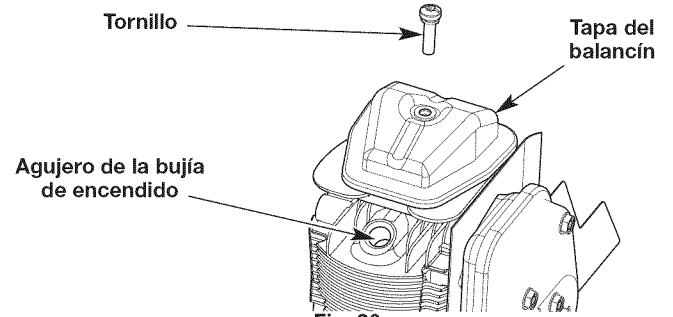
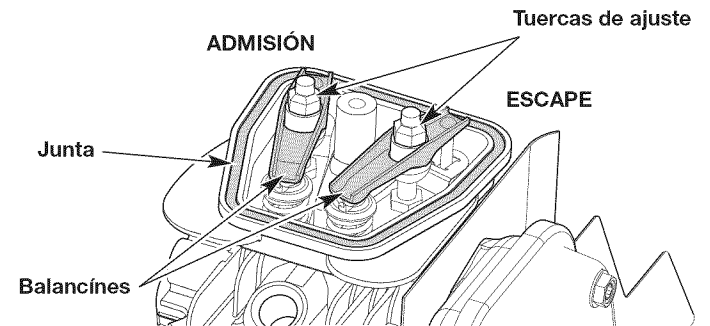

Fig. 26
Fig. 27
6. Quite el tornillo de la tapa del balancín con un destornillador plano o un destornillador Torx T-25 (Fig. 26). Quite la tapa del balancín y la junta.(Fig. 27).
7. Inspeccione el orificio de la bujía (Fig. 26) y hala la cuerda de arranque lentamente para mover el pistón. Asegúrese de que: